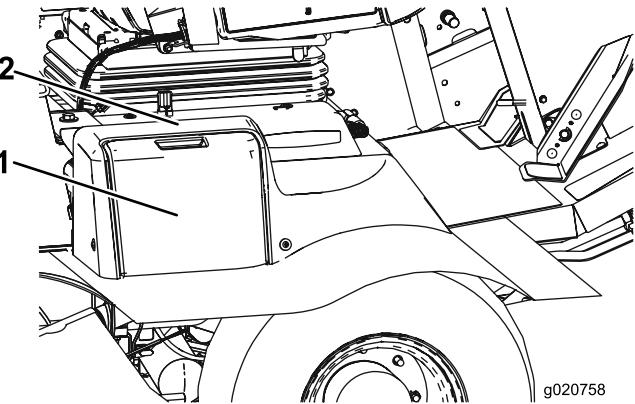

Figura 53
- Abra a cobertura da bateria no lado do resguardo (Figura 53).
Nota: Pressione a superfície plana por cima da cobertura da bateria para facilitar a remoção da cobertura (Figura 53).